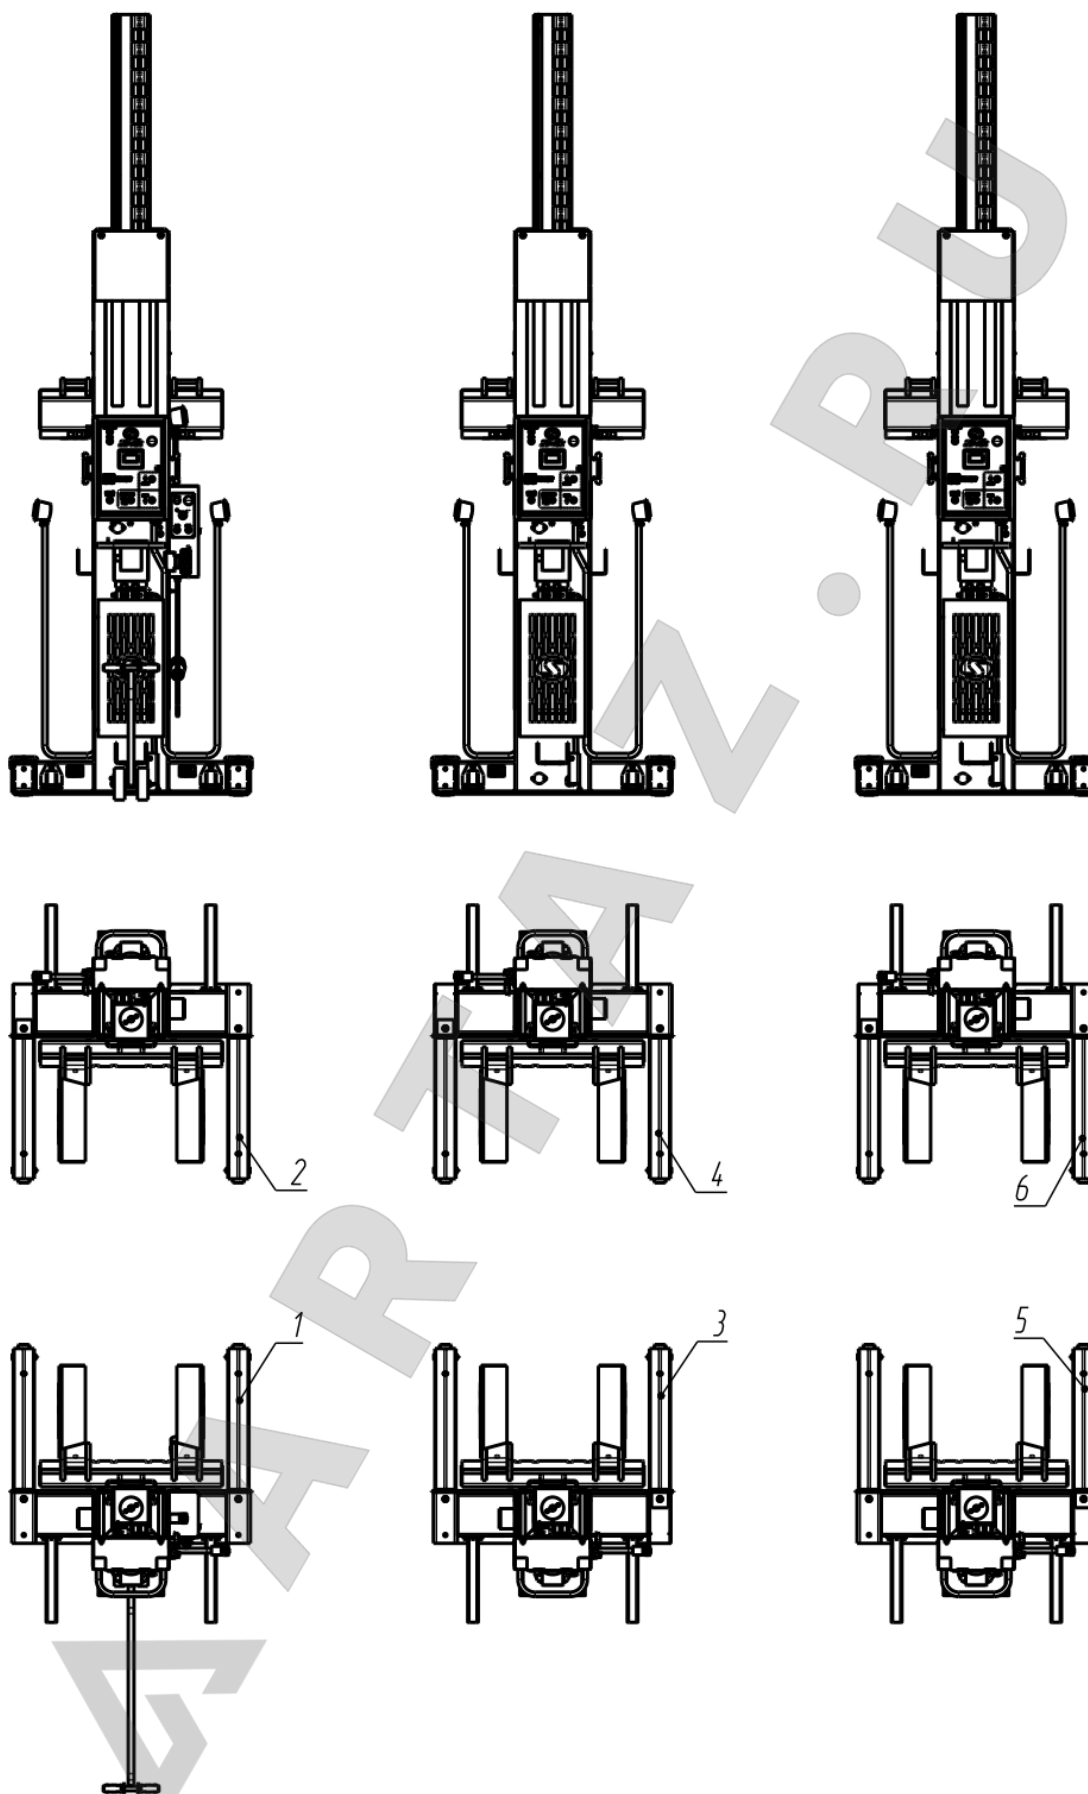

Рисунок 4.2 - Общий вид подъемника ПГП-45000/6
4.1 Подъемник состоит из: модель ПГП-30000/4 (Рисунок 4.1) – четырех стоек – главной №1 и второстепенных №№ 2, 3, 4; модель ПГП-45000/6 (Рисунок 4.2) – шести стоек – главной №1 и второстепенных №№ 2, 3, 4, 5, 6. Подъемник модели ПГП-30000/4 возможно переоборудовать в подъемник модели ПГП-45000/6 при дополнительном приобретении стоек (от модели ПГП-45000/6) №5 и №6.